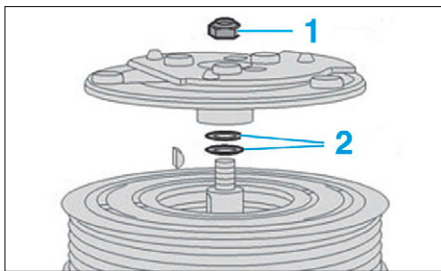

FIG. 8
- Déposer l'écrou (1) (Fig.8).
- Soulever le plateau et ajuster la valeur de l'entrefer en agissant sur l'épaisseur et/ou le nombre des rondelles (2).
- Reposer l'écrou (1) et le serrer au couple de 1,6 daN.m.
- Remplacer l'écrou (1) par un écrou neuf et le serrer au couple préconisé.